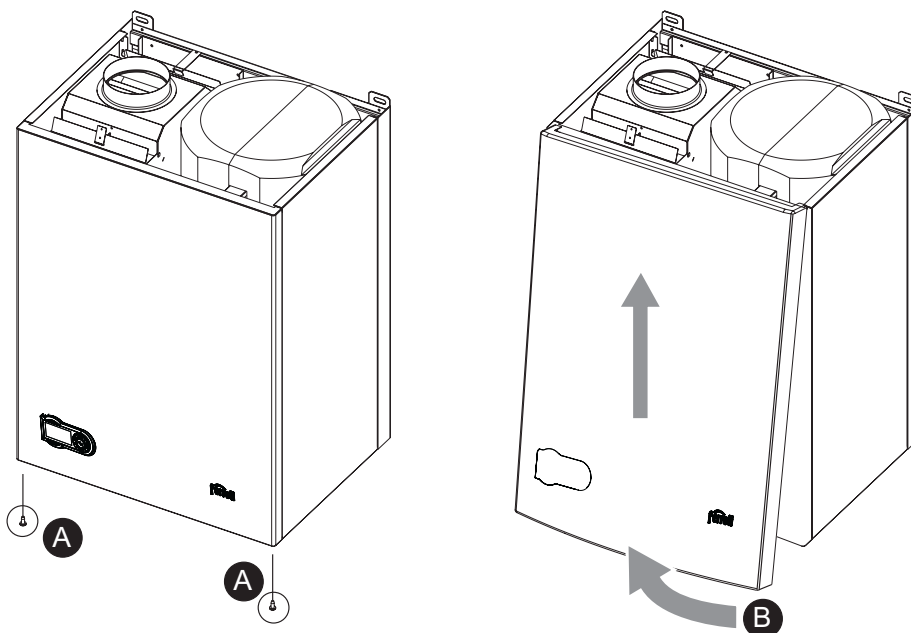

fig. 21 - Apertura mantello
1. Svitare le viti A (vedi fig. 21).
2. Ruotare il mantello (vedi fig. 21).